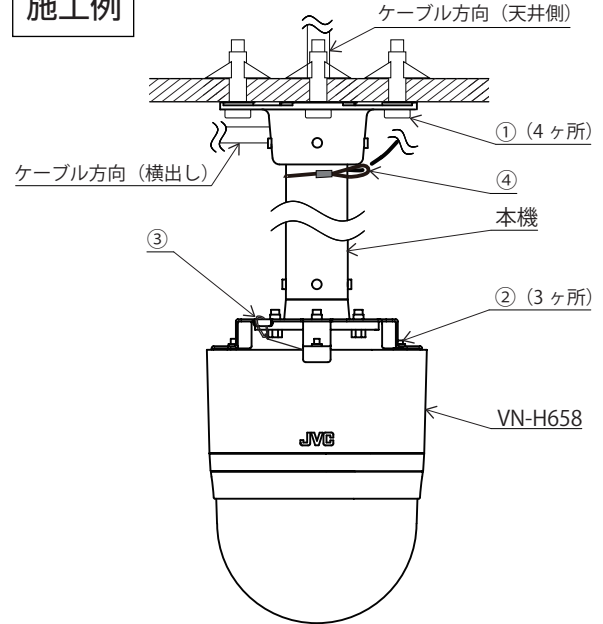

図 2. 施工図
4. ④を図 2 の様に本機に巻き付け、一方を構造物に固定する。